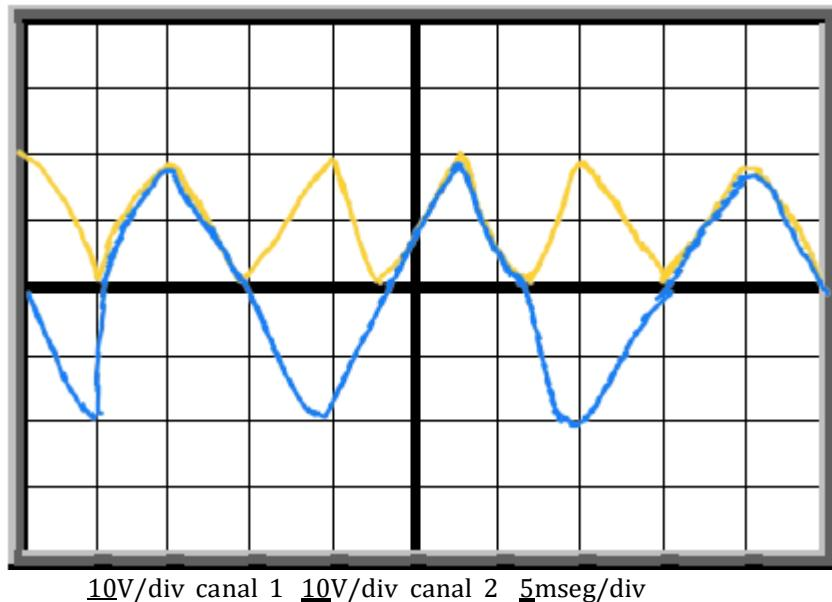

Fig. 1.9. Gráfica de las señales del rectificador de onda completa con derivación central.
- b) Mediante el osciloscopio medir el voltaje de entrada ( $V_1$ ) colocando el canal 1 entre los nodos 1 y 0 y medir el voltaje de salida ( $V_0$ ); colocando el canal 2 entre los nodos 3 y 0. Graficar las señales que se obtienen a la entrada y la salida del rectificador en la Fig. 1.9, ambos canales deben de estar en el modo de CD. De la señal del canal 1 medir el voltaje pico entre dos ( $V_p/2$ ) de la entrada del rectificador; de la señal del canal 2 medir el voltaje pico menos el voltaje del diodo ( $V_p/2 - V_D$ ) y calcular el voltaje del diodo ( $V_D$ ); medir con el multímetro en la opción de CD el voltaje de salida ( $V_0$ ) del rectificador; y medir la corriente de salida ( $I_0$ ) del rectificador con el multímetro en la opción de CD, registrar los datos obtenidos en Tabla 1.6.